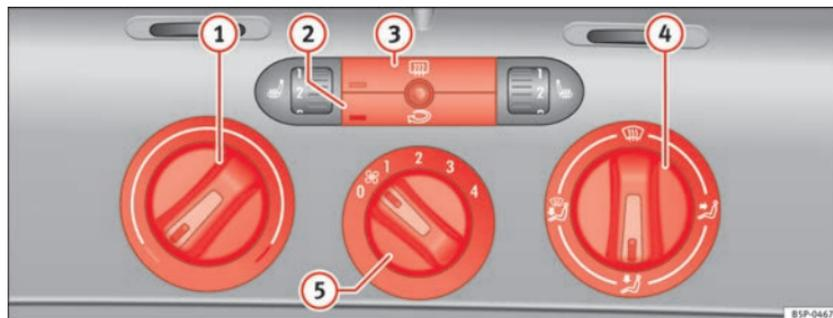

Fig. 107 Sulla plancia portastrumenti: i comandi del riscaldamento
- Le manopole ⇒ fig. 107 ① e ④ e la manopola ⑤ servono rispettivamente a impostare la temperatura desiderata, a indirizzare il flusso d'aria e a selezionare il livello di potenza della ventola.
- Per attivare o disattivare una funzione bisogna premere il tasto corrispondente ② o ③. Quando la funzione è attiva, la spia situata nell'angolo in basso a sinistra del tasto si illumina.